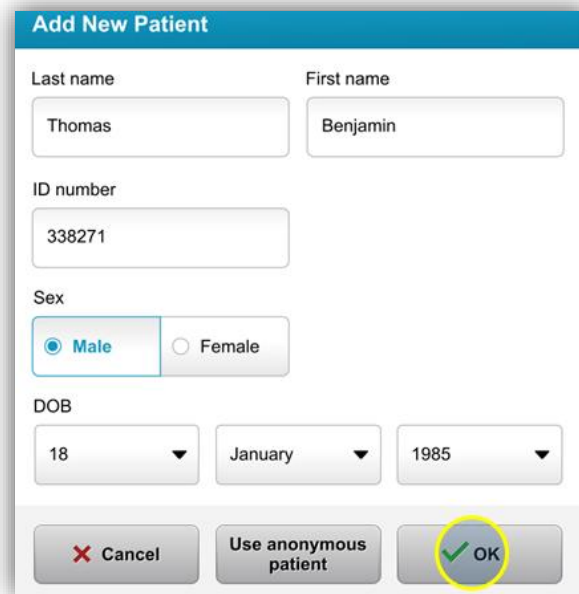

Figura 3-3. Inserimento delle informazioni del paziente
- Per iniziare ad aggiungere un nuovo paziente, selezionare “Add new patient” (Aggiungi nuovo paziente); verrà visualizzata la finestra a comparsa mostrata nella Figura 3-3.